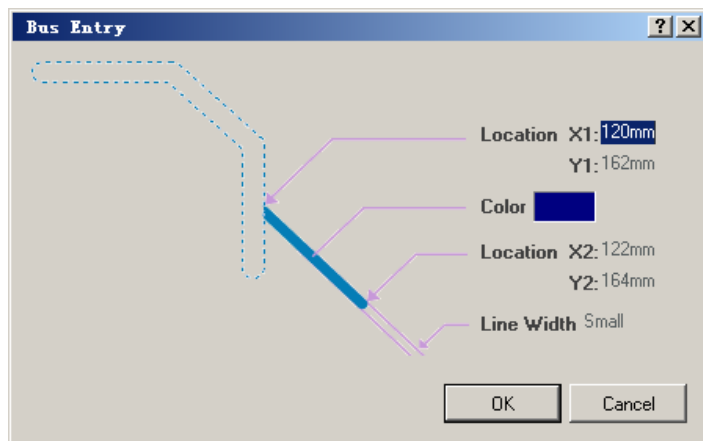

图 2.95 “Bus Entry”对话框
(2) 单击键盘上的“Tab”键，打开如图 2.95 所示的“Bus Entry”对话框。